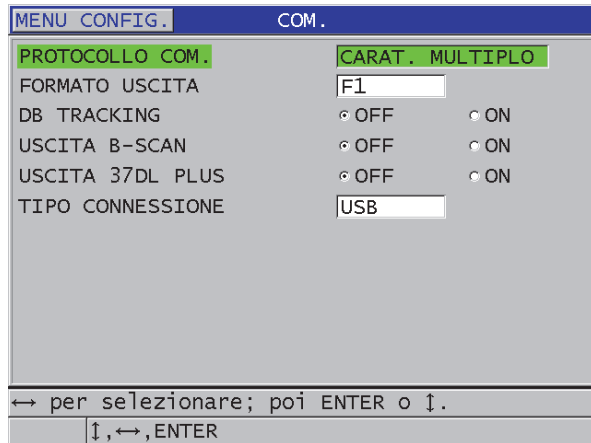

Figura 14-1 Selezione dell'USB e del tipo di connettore
6. Nella schermata **COM.**, definire **TIPO CONNESSIONE** come **USB** (vedi Figura 14-1 a pagina 279).